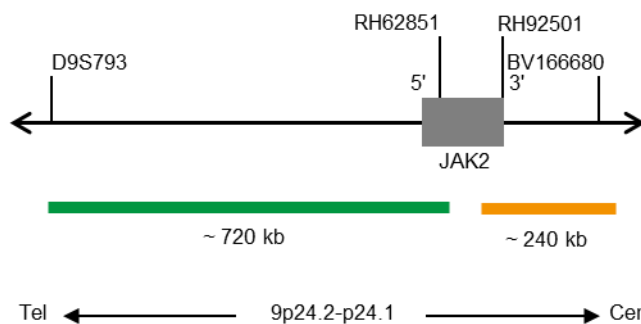

Fig. 1: SPEC JAK2 Mapa de la sonda (no está a escala)
- Polinucleótidos marcados en verde (excitación a 503 nm/emisión a 528 nm) ZyGreen (~10,0 ng/μl), dirigidos a secuencias localizadas en 9p24.1-24.2* (chr9:4,311,843-5,031,620) distales a la región del punto de ruptura de JAK2 (ver Fig. 1).
- Polinucleótidos marcados en naranja (excitación a 547 nm/emisión a 572 nm) ZyOrange (~4,5 ng/μl), dirigidos a secuencias localizadas en 9p24.1* (chr9:5,088,700-5,328,239) proximales a la región del punto de ruptura de JAK2 (ver Fig. 1).